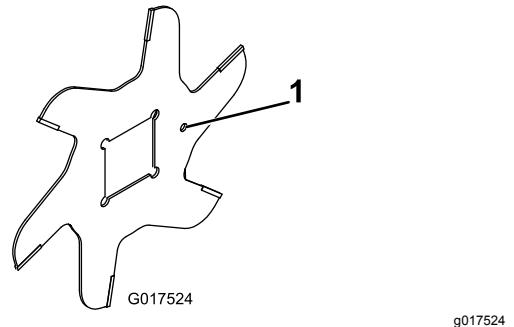

Bild 15
1. Montieren Sie ein Messer (Bild 15).
4. Bild 15 Bauen Sie das nächste Messer nach links ein, sodass das Indexreferenzloch nicht um ein Sechstel der Welle mit dem ersten Messerloch ausgerichtet ist.